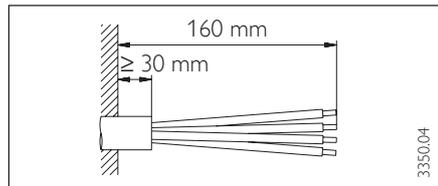

Abb. 15
- Elektrische Anschlußleitung gemäß Abb. 15 ablängen und abisolieren.
–Bei Unterputzanschluß muß die Anschlußleitung mindestens 30 mm isoliert aus der Wand ragen (Abb. 15).